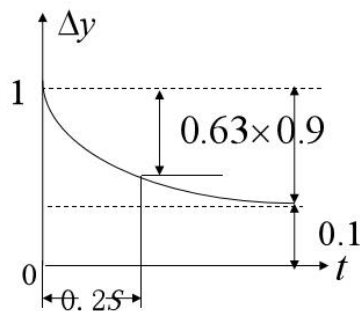

图 1 PD 调节器响应曲线
- 4、PD 调节器响应曲线如图 1，已知 $K_p = 1$ $\varepsilon = 0.1$ ，调节器的 K_D 和 T_D 为多少？